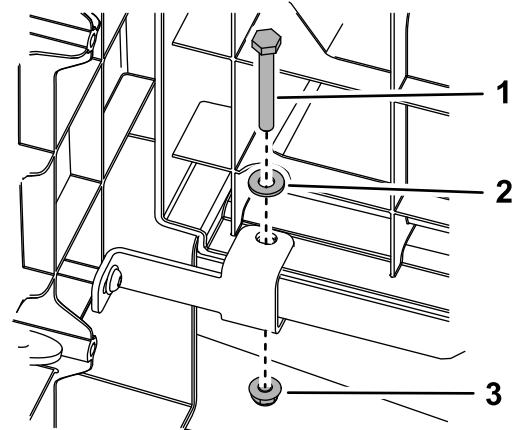

Bild 4
4. Entfernen und bewahren Sie die Schraube, Scheibe und Mutter auf, mit denen die Rücksitzunterteilplatte an der Bodenplatte an der linken und rechten Seite der Maschine befestigt ist (Bild 4).